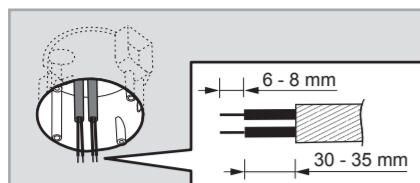

FIG. 8
4.4.1.2 Sortir le câble d'alimentation CA de la boîte de jonction de norme européenne puis retirer 6 à 8 mm de la gaine du câble pour les besoins du câblage (voir FIG. 8).